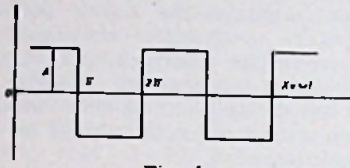

Fig. 4
a. rechthoekige kromme (kanteelspanning) (fig. 4)